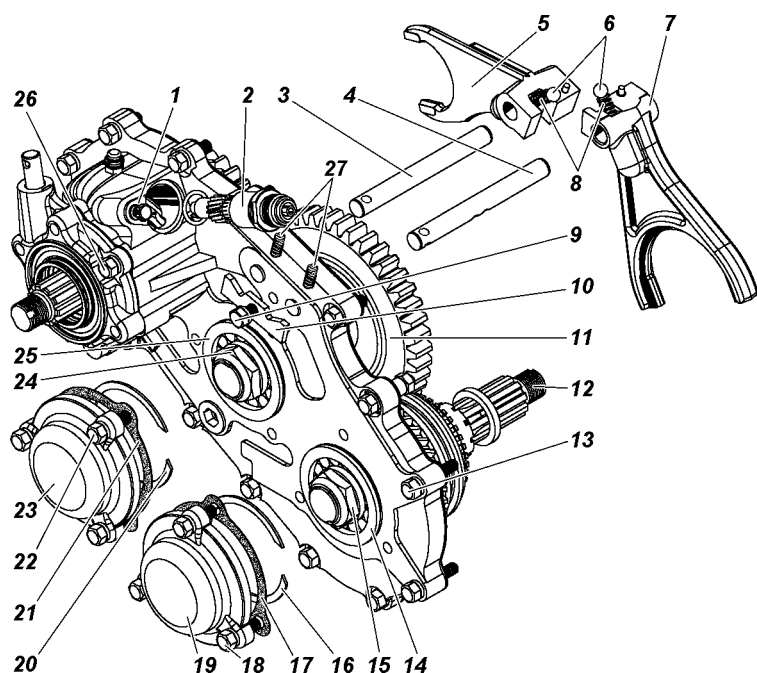
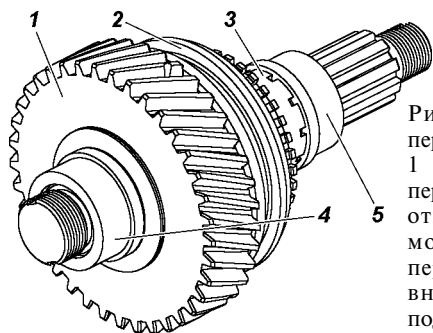

Рис. 7.4. Разборка механизма переключения передач:
Рис. 7.6. Вал привода переднего моста в сборе:
10. Отверните болт 9 (рис. 7.4) крепления стопора 10 или, в зависимости от комплектации, выньте заглушки штоков 3, 4 и отверните два стопорных болта 27. Выпрессуйте при помощи латунного молотка штоки из крышки картера, одновременно сняв с них вилки 5 и 7. При этом удерживайте от выпадения шарики 6 и пружины 8 фиксаторов, находящиеся в гнездах вилок.
15. Отверните гайку 15 (см. рис. 7.4) вала привода переднего моста. Съемником выпрессуйте шестерню 1 (рис. 7.6) привода переднего моста совместно с внутренним кольцом 4 подшипника.
16. Отверните один болт 26 (см. рис. 7.4) и снимите крышку 1 (рис. 7.7) заднего подшипника вала привода заднего моста.
1. Установите муфту 2 (см. рис. 7.6) на шлицы вала привода переднего моста заостренными торцами шлицев в сторону шестерни привода вала.
3. Установите прокладку и подсобранную с манжетой крышку 17 подшипника вала привода заднего моста. Закрепите крышку болтом 26 (см. рис. 7.4) с пружинной шайбой. На прокладку и резьбу болта нанесите герметик-прокладку. Момент затяжки болта 12 - $18 \text{ Н} \cdot \text{м}$ ($1,2 - 1,8 \text{ кгс} \cdot \text{м}$).
9. Вставьте вилку 7 (см. рис. 7.4) включения переднего моста в паз муфты включения переднего моста. Вставьте в гнездо вилки пружину 8 и шарик 6, выполняющие функцию фиксатора.